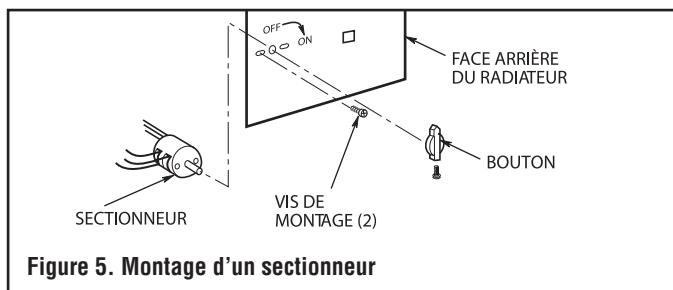

Figure 5. Montage d'un sectionneur
3. Poser le sectionneur à l'aide de deux vis de montage comme l'indique la figure 5.